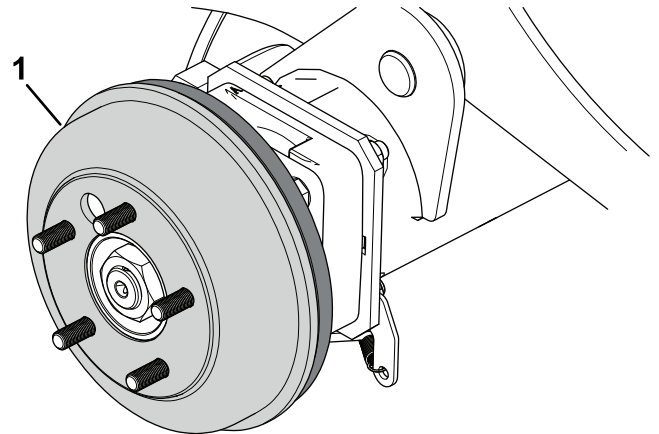

Figura 75
4. Rimuovete manualmente i tamburi del freno (Figura 75).